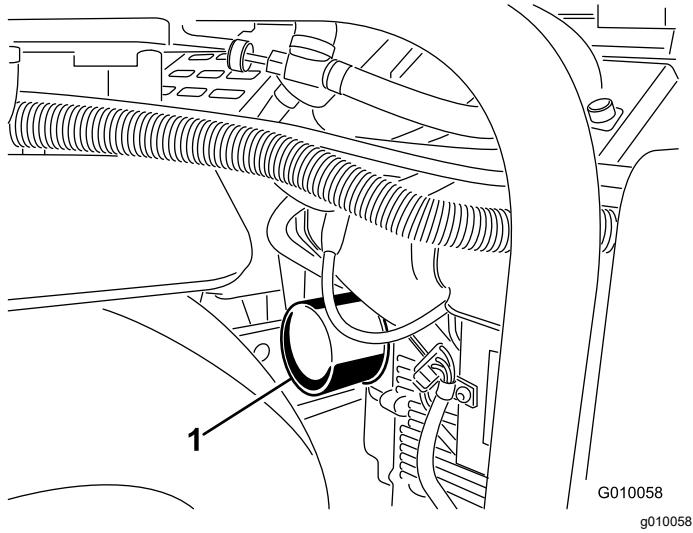
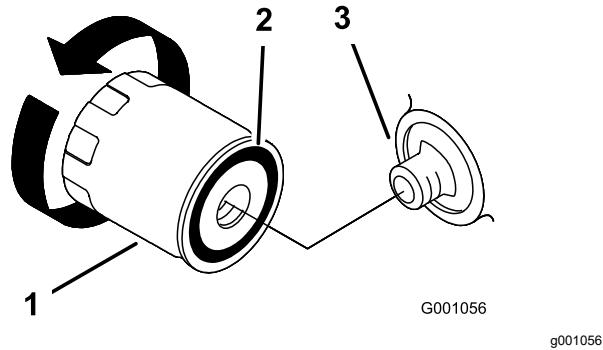

Bild 44
Bild 45
5. Stellen Sie eine flache Auffangwanne oder legen Sie einen Lappen unter den Filter, um auslaufendes Öl aufzufangen (Bild 44).
6. Entfernen Sie den Altfilter (Bild 44 und Bild 45) und wischen Sie die Dichtfläche am Anbaustutzen ab.